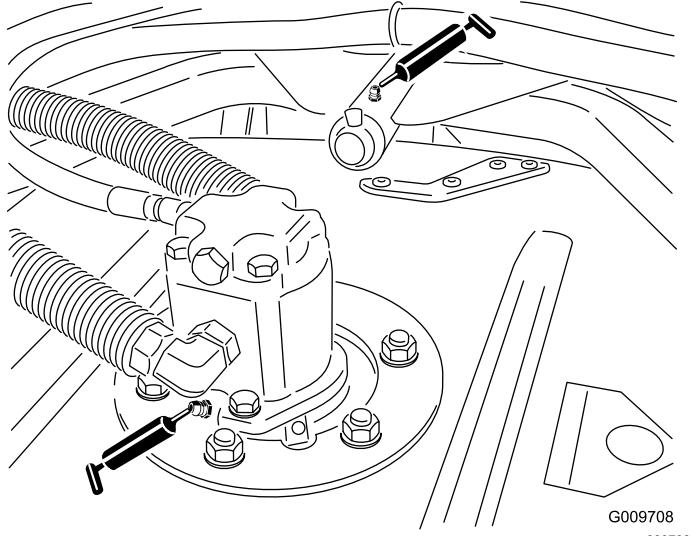

Bild 47
- Spindelwellenlager des Mähwerks (2 pro Mähwerk), wie in Bild 47 abgebildet
- Trägerarmbüchsen des Mähwerks (1 pro Mähwerk), wie in Bild 47 abgebildet